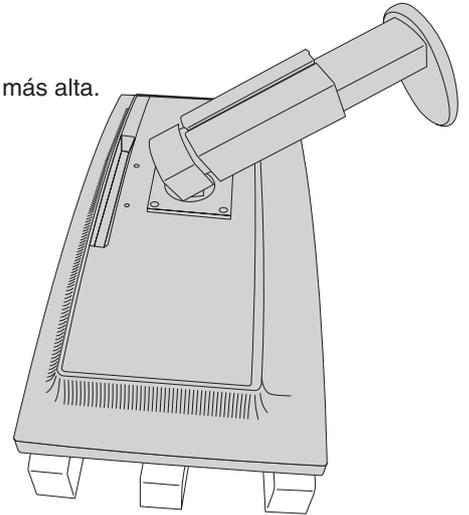

Figura S.1
3. Sitúe el monitor boca abajo en una superficie no abrasiva (**figura S.1**). Use la almohadilla del embalaje para colocar el monitor boca abajo.